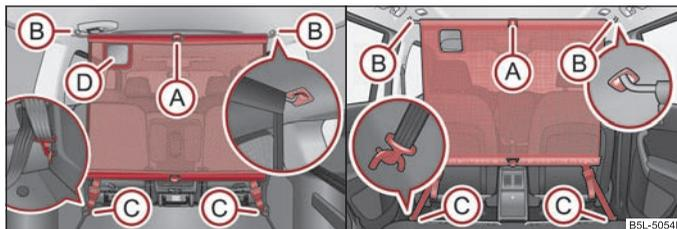

Fig. 75 Utilizzo della rete divisoria statica dietro i sedili posteriori / anteriori
- Inserire la barra trasversale negli alloggiamenti ② ⇒ fig. 75, prima da un lato, quindi spingerla in avanti. Fissare allo stesso modo la barra trasversale sull'altro lato del veicolo, alloggiamento ②.
- Agganciare il moschettone ③ alle estremità degli occhielli di fissaggio dietro i sedili posteriori o anteriori.
- Allentare le fasce su entrambi i lati e sganciare i moschettoni (C) ⇒ pag. 76, fig. 75.
- Estrarre la barra trasversale dagli alloggiamenti (B).
L'apertura (D) ⇒ pag. 76, fig. 75 nella rete divisoria serve per il passaggio delle cinture di sicurezza a tre punti ⇒ pag. 140. ■